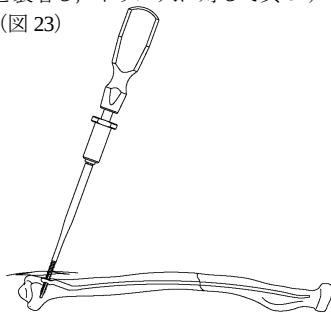

図 23
- 9) 骨質が硬い場合は、3.5 キャンセラスタップにグリップハンドルを装着し、ドリル穴に対して真っすぐにタッピングします。(図 23)